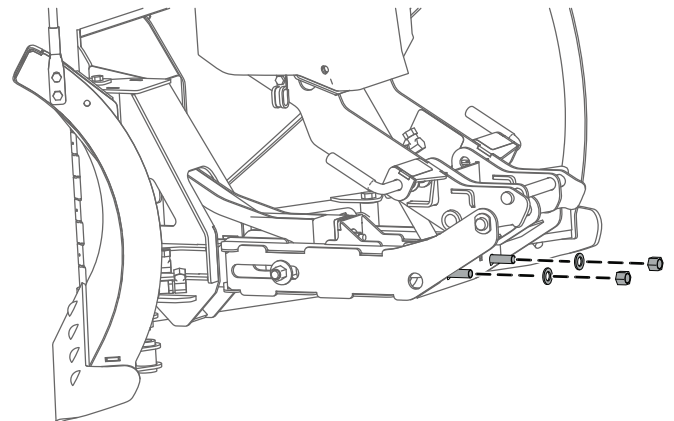

**Figura 20**
5. Añada o retire suplementos de ajuste de las palas; consulte la Figura 19 y la Figura 20.